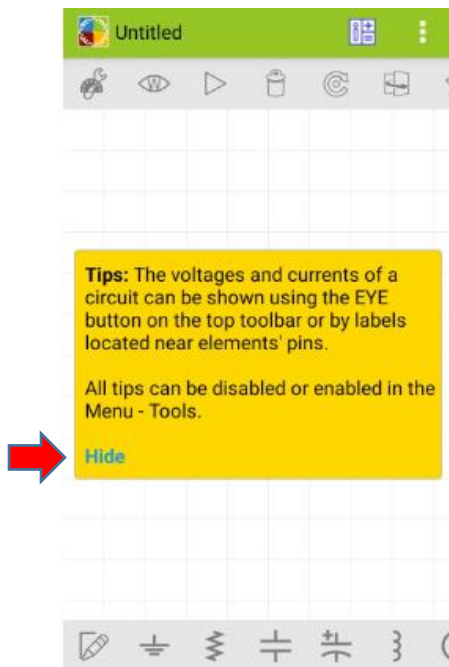
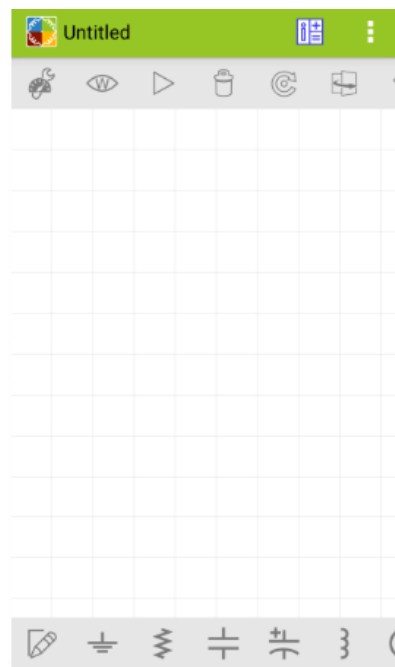

Figura 2.2
Figura 2.3
2.2 – Ao abrir o aplicativo, selecionar Hide (**Figura 2.2**). A tela apresentada abaixo (**Figura 2.3**) corresponde à área de trabalho do simulador.